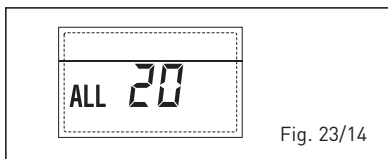

Fig. 23/14
- **DELIVERY PROBE BREAKDOWN ANOMALY FIRST MIXED ZONE “ALL 21” (fig. 23/15)**